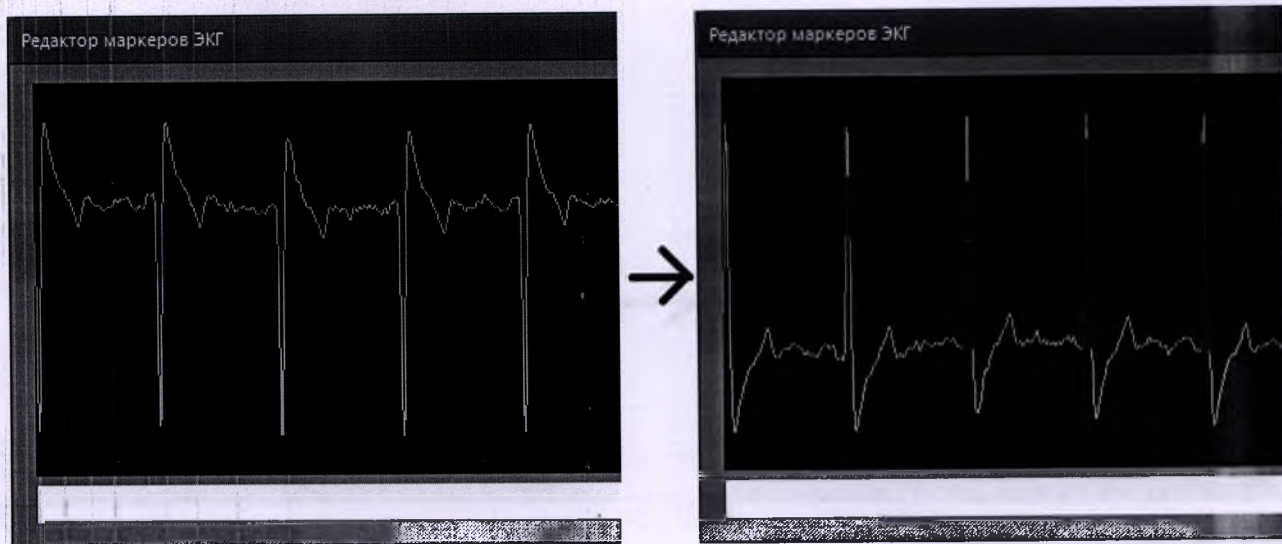

Рисунок 3.141 - Отразить ЭКГ
- «Отразить ЭКГ» позволяет перевернуть ЭКГ сверху вниз (рисунок 3.141).